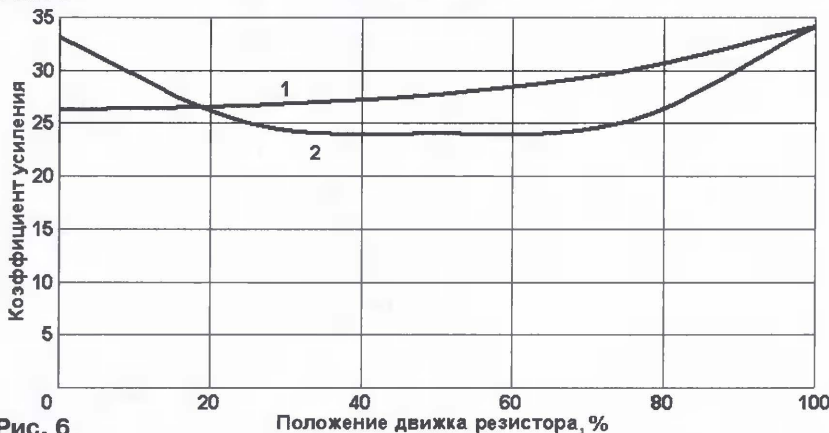
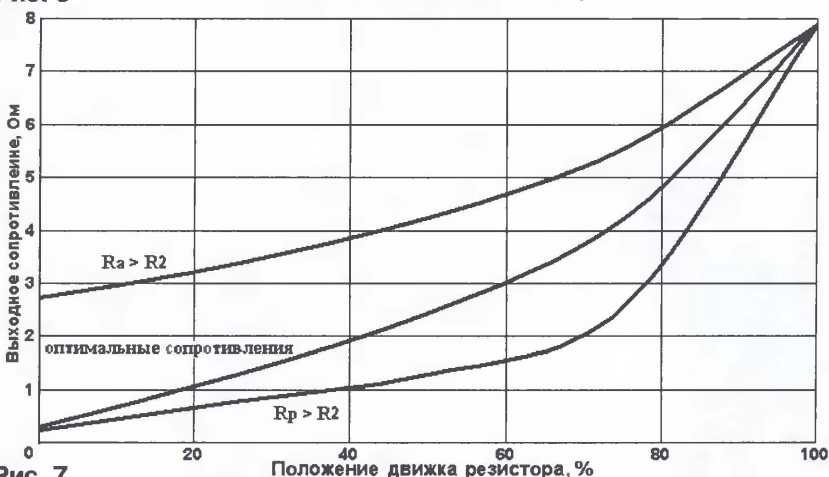

Рис. 6
Рис. 7
- $R_a/R_b = R_n/R_r$ . Если равенство не выполняется, то при вращении регулятора может изменяться коэффициент усиления (рис. 6, кривые 1, 2).
- Rа меньше R2 как минимум в два-три раза, иначе снижается диапазон регулирования (рис. 7). Кроме того, если сопротивление Rа заметно больше, чем R2, то при вращении регулятора будет изменяться коэффициент усиления усилителя (рис. 6, кривая 2).
- Сопротивление резистора Rр в меньшей степени влияет на диапазон регулирования, чем Rа, но влияет на его линейность (рис. 7). Оптимальное значение Rр лежит в пределах (0,2...0,8)R2.